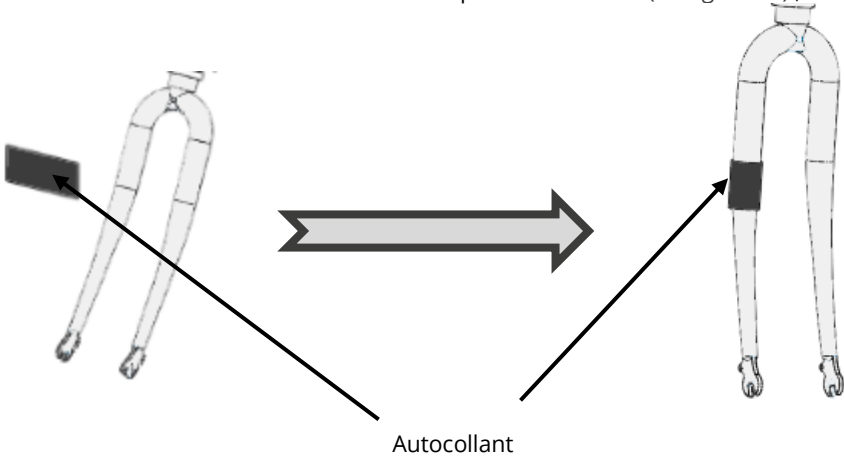

Figure 40 - Mise en place de l'autocollant
- Positionnez les autocollants de protection, afin d'éviter que le système de brides ne laisse des traces sur la fourche de votre vélo aux points de contact (Cf. figure 40) ;